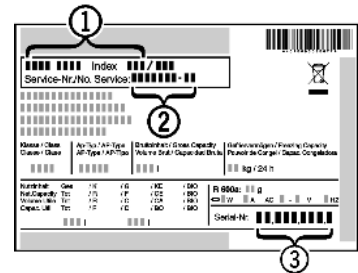

Fig. 49
- ▶ Gerätebezeichnung Fig. 49 (1), Service-Nr. Fig. 49 (2) und Serial-Nr. Fig. 49 (3) vom Typenschild ablesen. Das Typenschild befindet sich an der linken Geräteinnenseite.